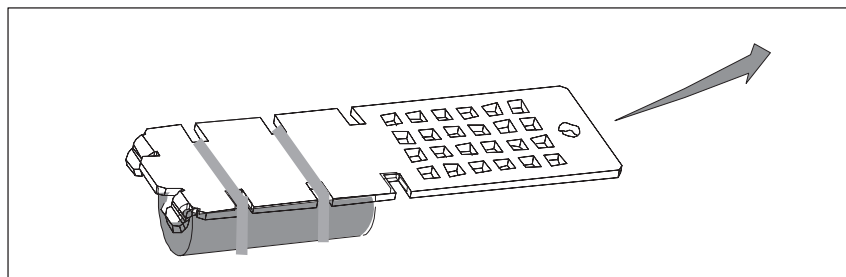

Bild 11-2 Batterieabdeckung
2. Ziehen Sie die Abdeckung nach rechts oben (siehe Bild 11-2). Achten Sie darauf, die Abdeckung nur so weit anzuheben, wie die Länge der Batterieanschlüsse das zuläßt.